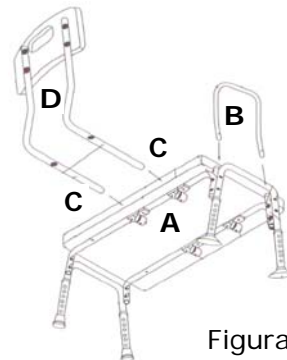

Figura 4
- ☞ poggiare su un piano il sedile (A), in normale posizione di seduta come da Figura 4;
- ☞ inserire il poggia braccio (B) negli alloggiamenti del lato corto del sedile come da Figura 4, premendo contemporaneamente i perni di fissaggio;
- ☞ inserire lo schienale (D) negli alloggiamenti del lato lungo del sedile (C) come da Figura 4, premendo contemporaneamente i perni di fissaggio. Il sedile può essere fissato su entrambi i lati lunghi del sedile;
- ☞ assicurarsi che il poggia braccio (B) e lo schienale (D) siano saldamente fissati al sedile con i perni di fissaggio fuoriusciti dai fori di bloccaggio;